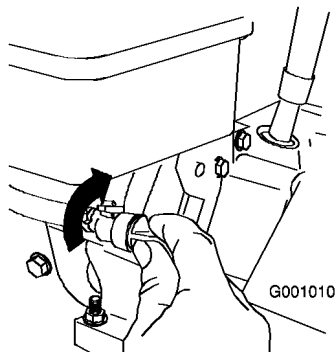

Bild 26
3. Schließen Sie den Kraftstoffhahn durch Drehen nach links (Bild 26).